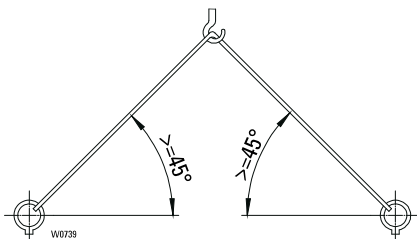

Fig. 1
- Les points d'élingage sont construits pour une traction oblique de $\geq 45^\circ$, voir **Fig. 1**.